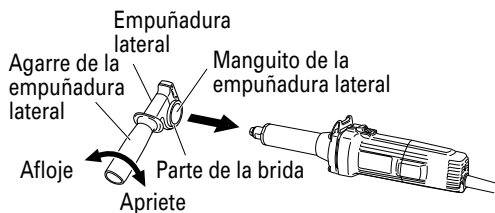

Fig. 4
7. Utilización de la empuñadura lateral (Fig. 4)